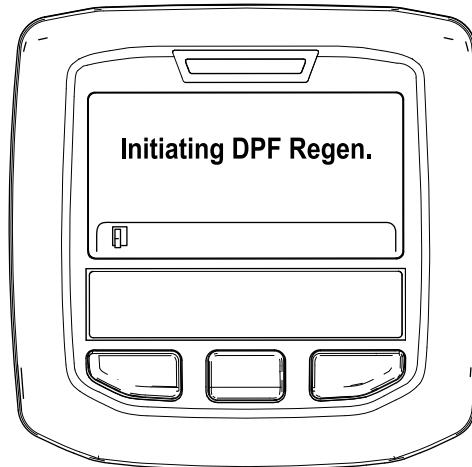

Figura 44
- A. Surge a mensagem “Initiating DPF Regen. (A iniciar Regen. DPF.) (Figura 44).